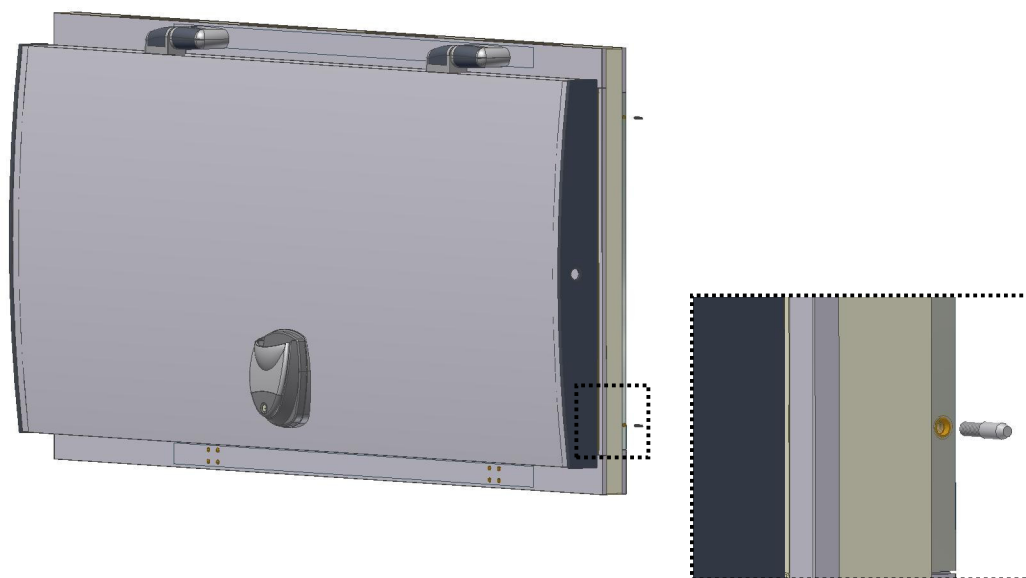

Fig. 4
- Si devono mettere i bulloni sul pannello dei coprifili della porta, prima che quest'ultimo sia montato (Fig. 4).